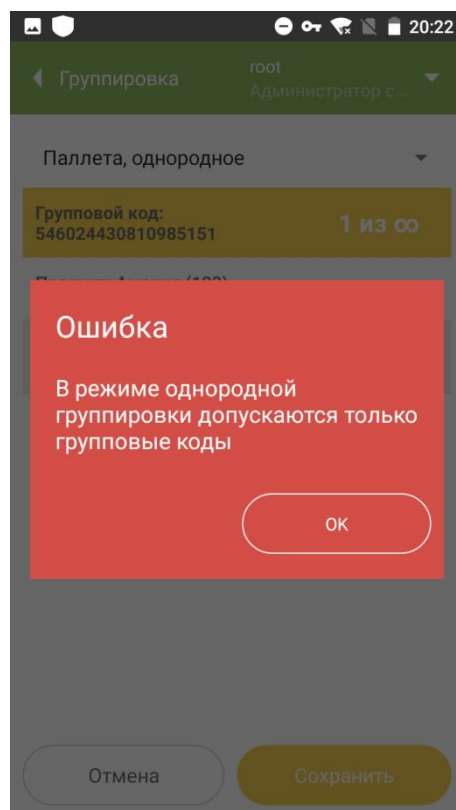

Рисунок 3.8
- В однородную паллету можно добавлять только короба с одной и той же номенклатурой. При попытке добавить короб с другой номенклатурой или код индивидуальной упаковки ГП система выдаст сообщение об ошибке (Рисунок 3.8).